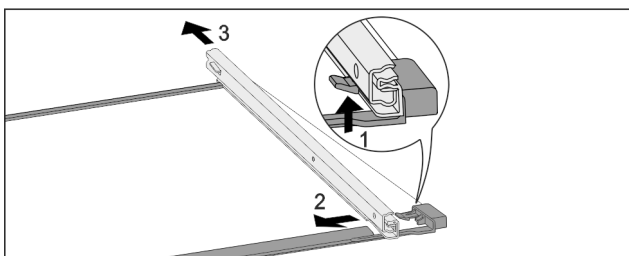

Fig. 150 Glasplaat met rails
- ▶ Voorste vergrendelhaak naar boven duwen. Fig. 150 (1)
- ▶ Uitschuifrail naar de zijkant Fig. 150 (2) en naar achteren Fig. 150 (3) wegschuiven.